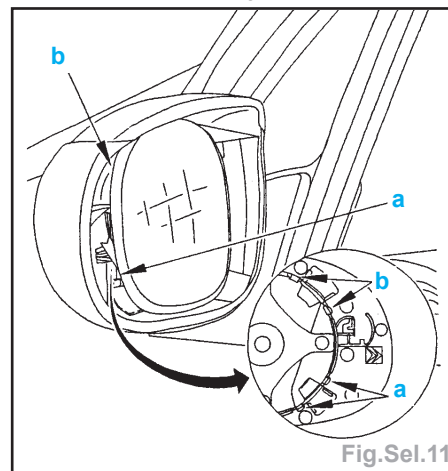

Fig.Sel.11
- Déclipper la glace en «a» et «b» à l'aide d'un tournevis fin (Fig.Sel.11).